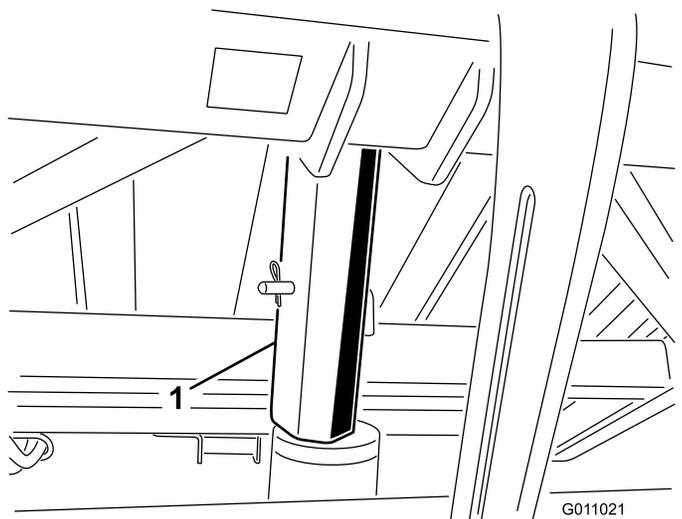

図 27
3. 安全サポートの一端がシリンダの胴に載り、もう一端がロッドの先端に当たるようにして安全サポートをロッドに嵌める 図 27。